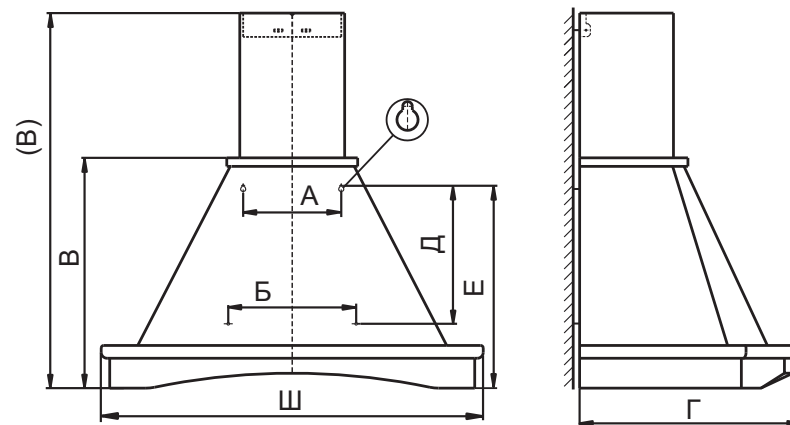

РИС. 3
6.1. Крепление вытяжного зонта: (рис. 3)
(В) - высота зонта с фальштрубой (рис. 3)